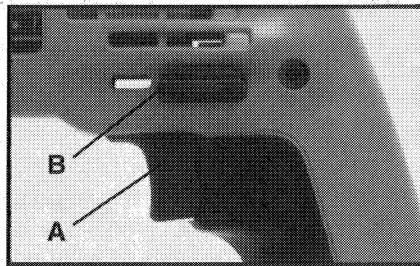

Fig. 1
Apriete el gatillo interruptor (A) Fig. 1 para poner el motor en marcha. Suelte el gatillo para parar el motor. Al apretar el gatillo interruptor, la velocidad aumenta.
- Asegúrese de que el gatillo interruptor (A) Fig. 1, esté en la posición apagada, «OFF», antes de cambiar la dirección giratoria.
- Apriete el botón (B) Fig. 1, hacia la izquierda de la herramienta para obtener una rotación de MARCHA (en el sentido de las manecillas del reloj).
- Apriete el botón (B) Fig. 1, hacia la derecha de la herramienta para obtener una rotación de CONTRAMARCHA (en el sentido contrario a las manecillas del reloj).
- Coloque el botón (B) Fig. 1, en la posición central para fijar el gatillo interruptor en la posición apagada, «OFF».